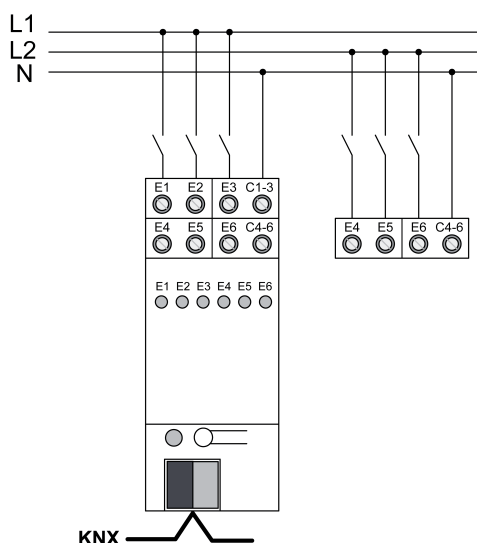

Figure 2: Raccordement des circuits électriques alimentés par secteur
- Raccordement des circuits électriques selon l'exemple de raccordement (figure 2).
- Raccordement des circuits électriques TBTF alimentés par secteur (figure 2).